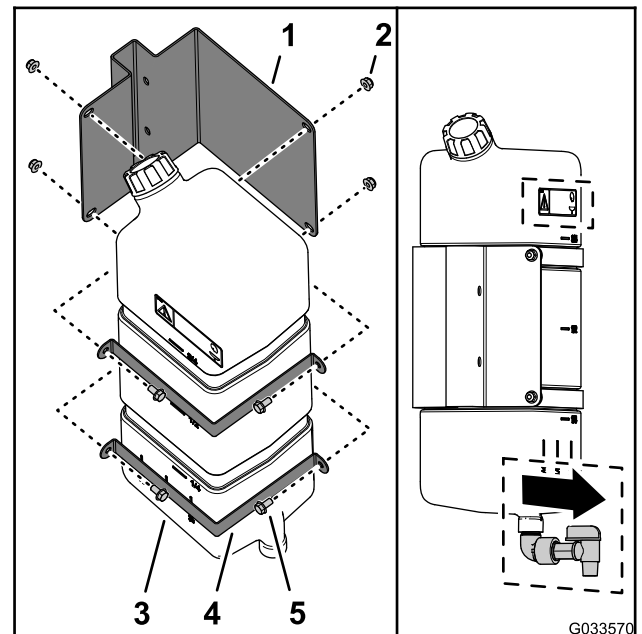

図 45
1. 真水タンクマウントに真水タンクを取り付ける固定ストラップ2本、フランジヘッドボルト $\frac{5}{16}$ x $\frac{5}{8}$ " 4本、フランジロックナット $\frac{5}{16}$ " 4個を使用し 図 45 のように取り付ける。